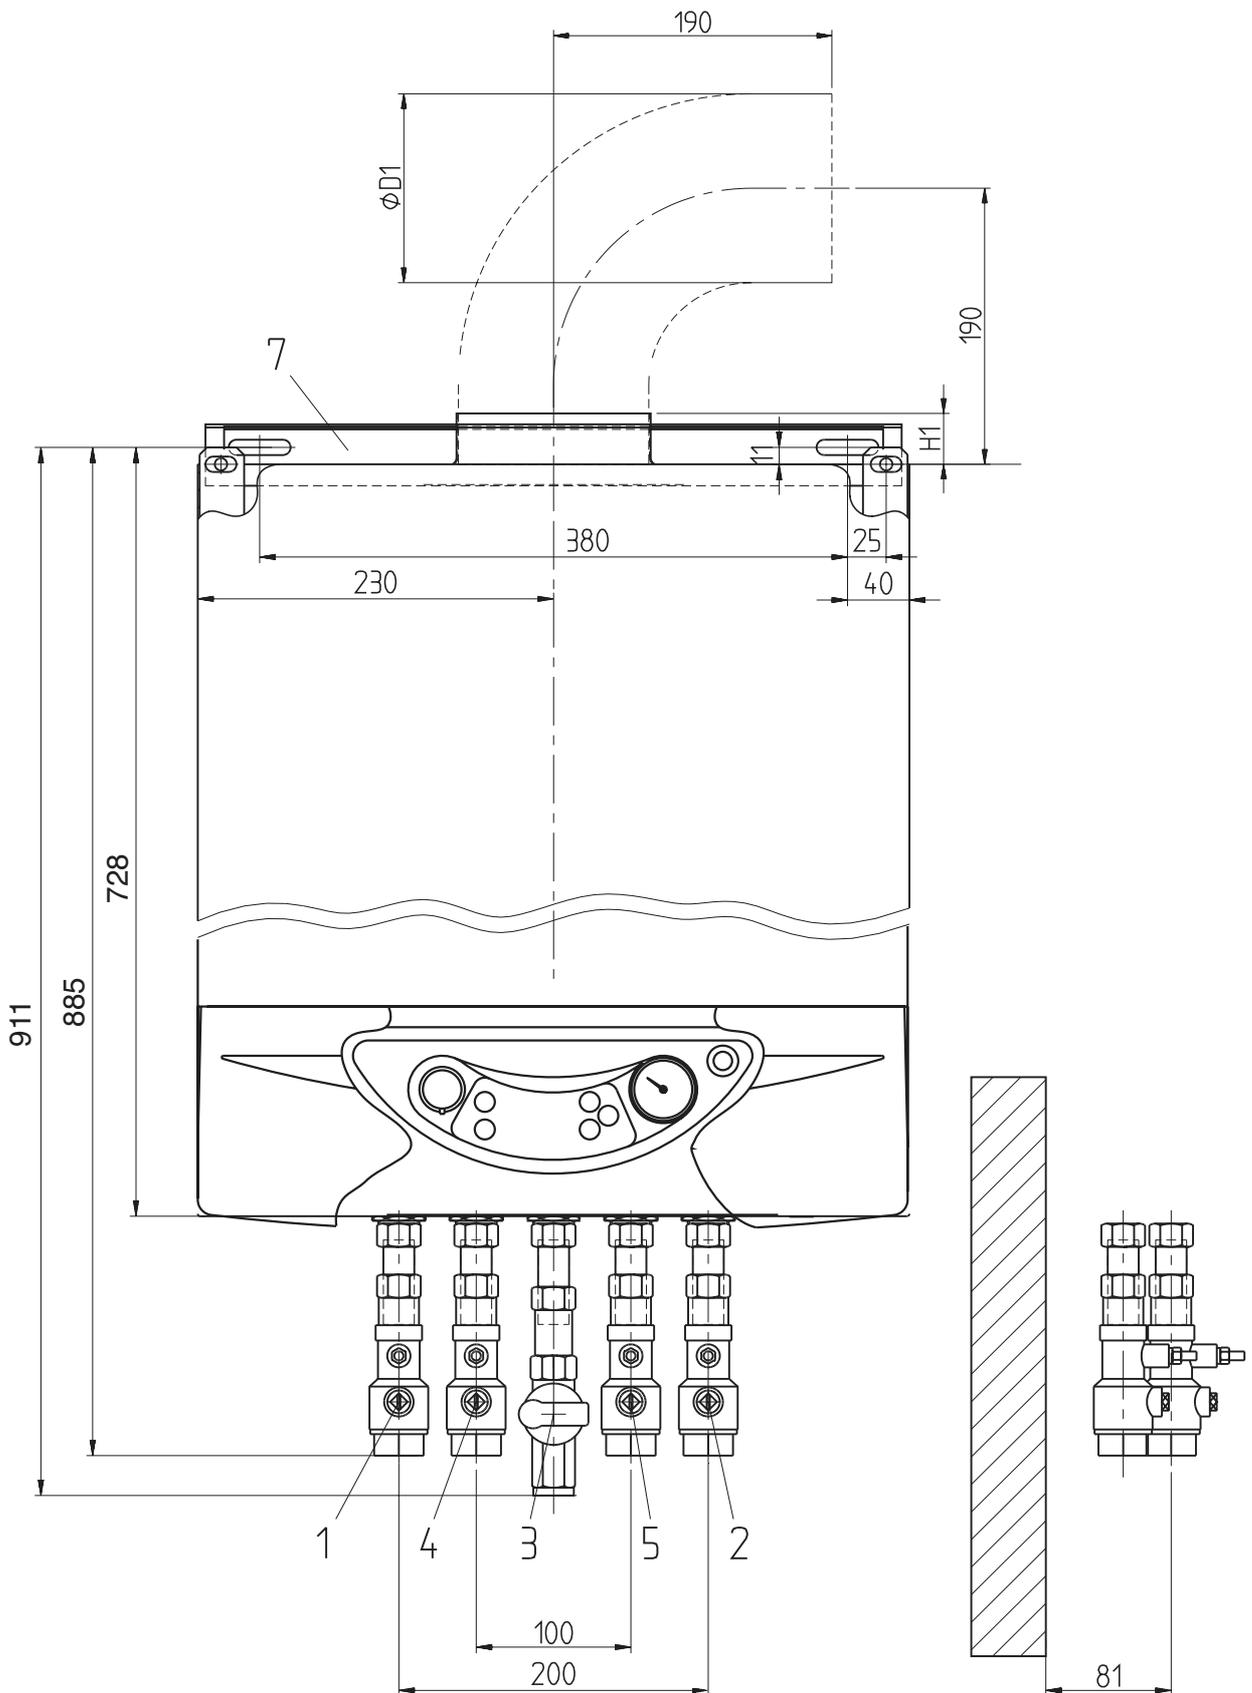

Abb. 4.5
- Bei der Installation der Rohrleitungen und des Ferroli-Anschlußzubehöres beachten Sie die Maße in Abb. 4.5 bzw. Abb. 4.6.
- Montieren Sie die Montageschiene entsprechend der Maße in Abb. 4.5 bzw. Abb. 4.6 an die Wand.